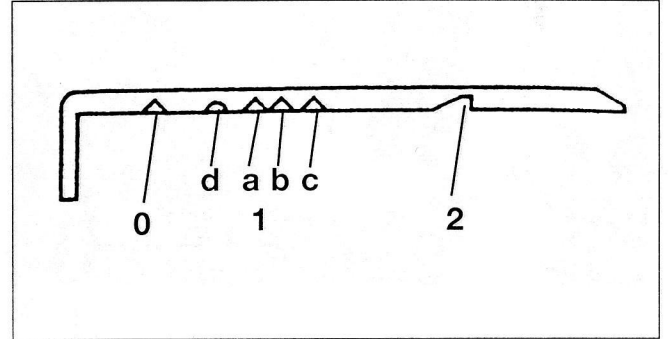

Fig. 25
- Absperrschieber (**G**, Fig. 25) je nach Beschaffenheit des Saatgutes in Kerbe **1a**, **1b**, **1c** oder **1d**; siehe Sätabelle „Raps“.